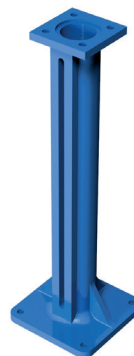

Fig. 4
- Columna de maniobra recta (fig. 4)